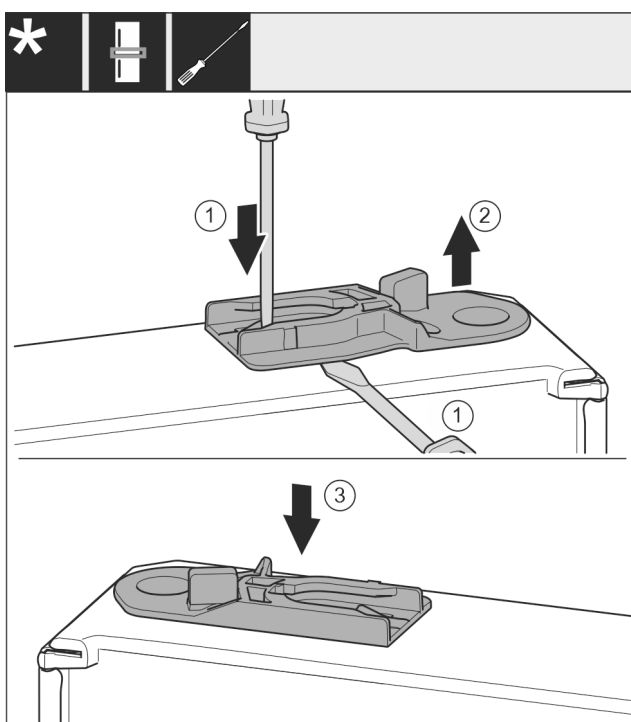

Fig. 38
- ▶ Estrarre la boccola di guida: premere la linguetta con il cacciavite a testa a intaglio e contemporaneamente spingerla con un cacciavite sotto la boccola di guida. *Fig. 38 (1, 2)*
- ▶ Inserire sull'altro lato dell'apparecchiatura la boccola di guida fornita in dotazione. *Fig. 38 (3)*